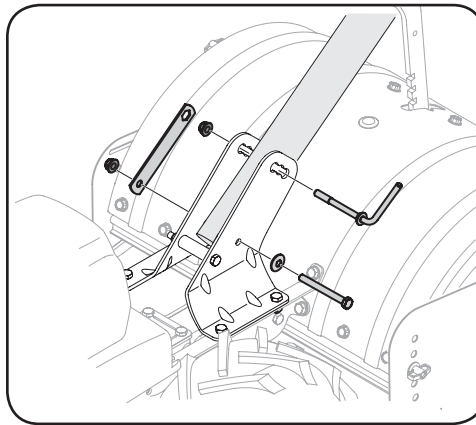

Figura 3-1
3. Instale la varilla de ajuste de la manivela en el orificio superior del soporte de montaje del lado izquierdo del manillar, asegurándola con la otra tuerca de seguridad retirada anteriormente. Coloque el extremo hexagonal del soporte de retención sobre la tuerca de seguridad con brida. Vea la Figura 3-1.